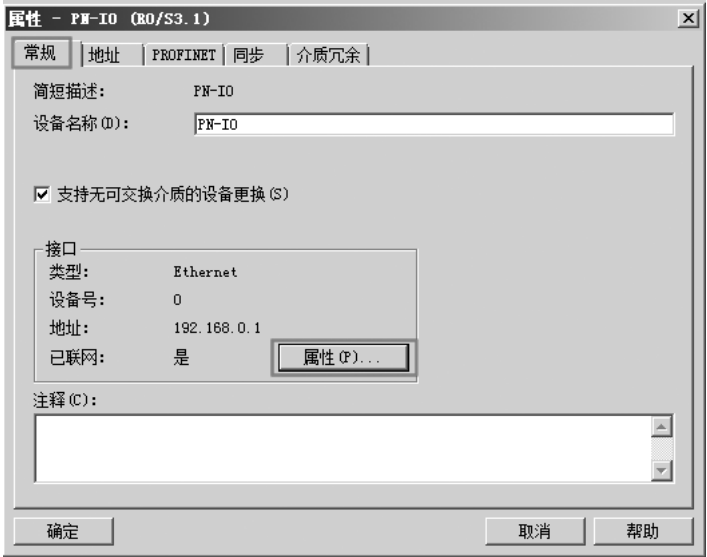

图 8-198 PN - IO 属性
2) 设置客户端 IP 地址。双击如图 8-197 所示的“PN - IO”，打开“PN - IO”的属性界面，单击“属性”按钮，如图 8-198 所示，弹出如图 8-199 所示的界面，设置如图所示的 IP 地址，单击“确定”按钮即可。